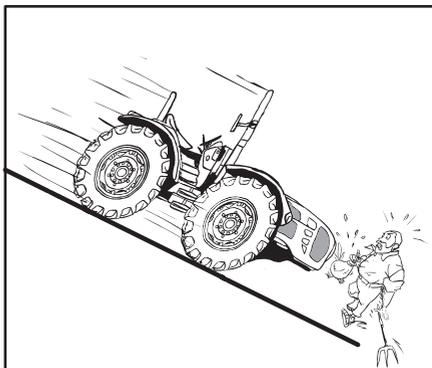

Fig. 2.24
- Mantenete una marcia innestata. Mai effettuare una discesa con la frizione disinnestata o il cambio in folle (Fig.2.24).